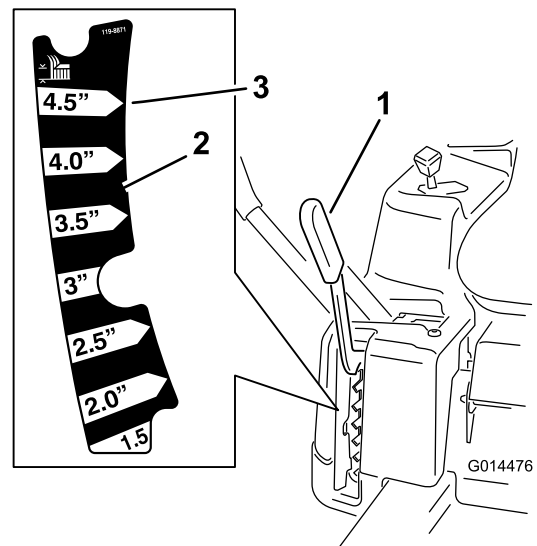

Figura 9
3. Levante la palanca de ajuste de la altura de corte a la posición de transporte, es decir, la posición de altura de corte **4,5** (que es también la posición de altura de corte de 115 mm [4-1/2 pulgadas]) (Figura 9).